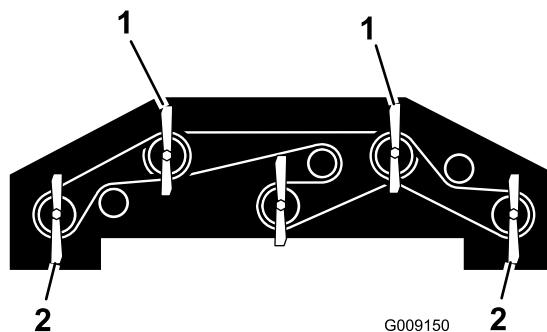

Bild 90
1. Drehen Sie die zwei äußeren vorderen Messer und Flügelmesser so, dass sie nach vorne zeigen (Bild 90).